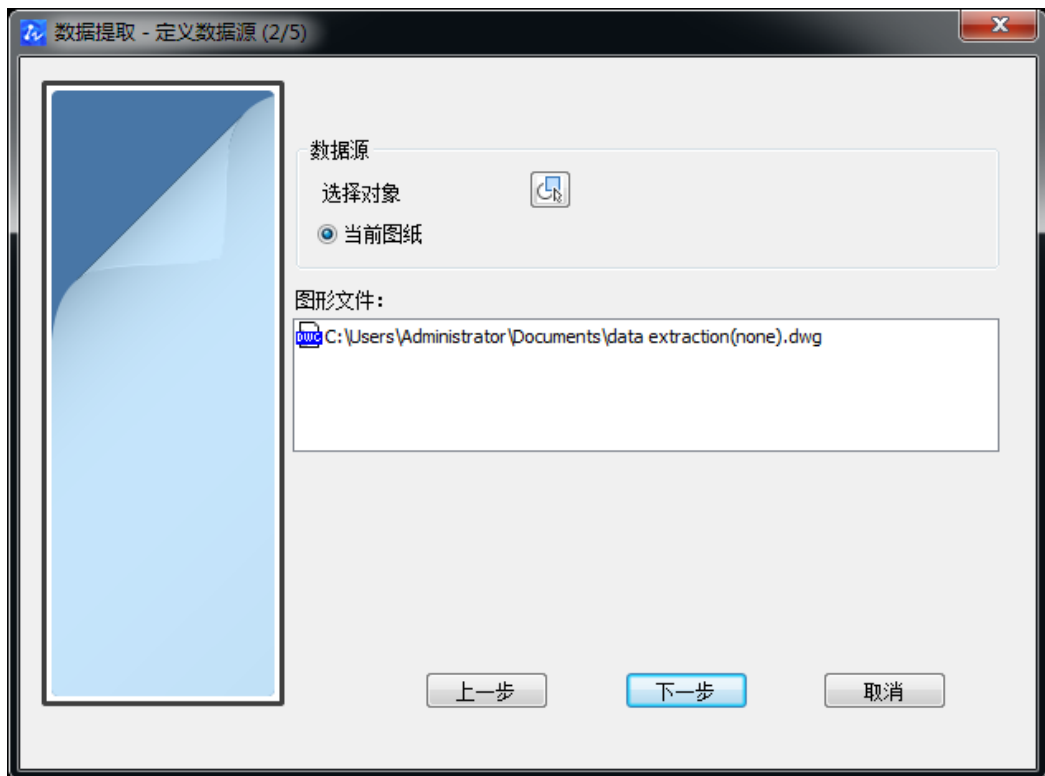

图 9-38 “数据提取-定义数据源”对话框
b) 在弹出“数据提取-定义数据源”对话框中，默认选择当前图纸所有对象，如图 9-38 所示，再点【下一步】按钮。